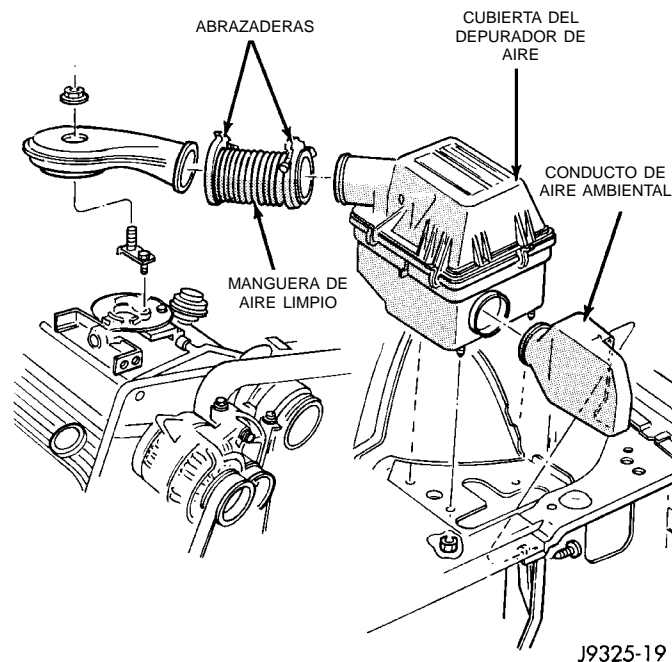

Fig. 83 Depurador de aire—Se muestra el motor de 5.2L V-8
- (1) Destrabe la abrazadera de la manguera de aire limpio (Fig. 83) en la tapa del depurador de aire.
- (2) Retire la manguera de respiradero/filtro situada en la cubierta del depurador de aire.
- (3) De debajo del vehículo, retire las tres tuercas de la caja (Fig. 83).
- (4) Desenganche la caja del depurador de aire del conducto de aire ambiental y retire la caja del vehículo.
- (1) Emplace la caja del depurador de aire en la carrocería y conducto de aire ambiental (Fig. 83).